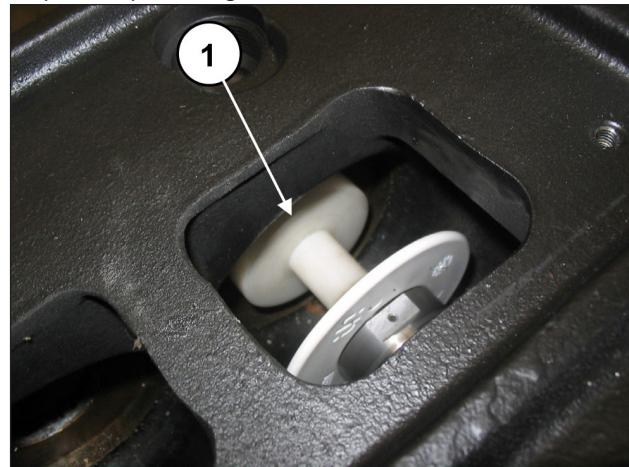

Fig. 113
Inserire l'attrezzo tampone cod. 27516600 tra il guida pistone e il pistone (pos. ①, Fig. 113).